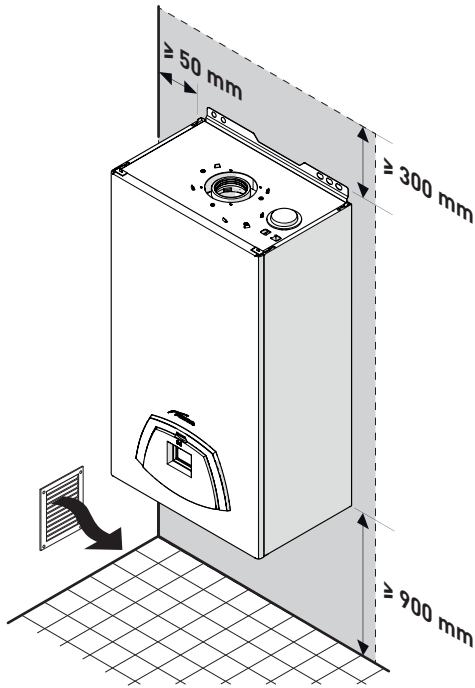

Fig. 21
- Tenga en cuenta los espacios necesarios para poder acceder a los dispositivos de seguridad/regulación y para poder llevar a cabo las tareas de mantenimiento (véase Fig. 21).